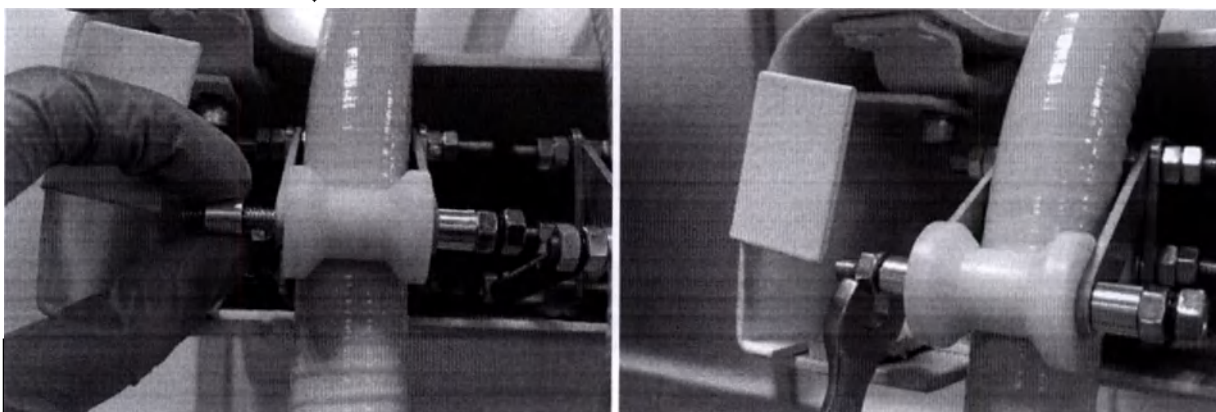

Рис.8.15 – Установка шайбы и гайки.
8.4.10. Наденьте шайбу, а затем гайку на установочный винт и закрутите ее с помощью ключа как показано на рис.8.15.